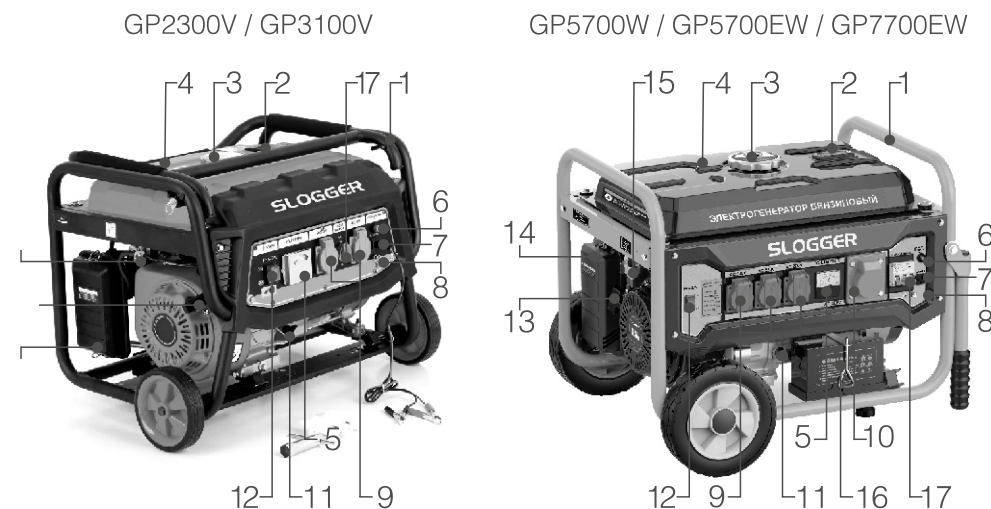

Рис. 1
- Запуск бензинового двигателя осуществляется ручным стартером, при помощи рукоятки (17) (См. Рис. 1).
- Заправка бака топливного (4) осуществляется через заправочную горловину, закрытую крышкой (3).
- Топливо из топливного бака (4) через топливный кран (19) и топливную систему, поступает в карбюратор.
- С помощью воздушного фильтра (18) производится очистка воздуха, поступающего в карбюратор двигателя. Для проведения технического обслуживания воздушного фильтра, он снабжен съемной крышкой. Через крышку открывается доступ к фильтрующему элементу.
- Вольтметр (5) предназначен для измерения величины выходного напряжения работающего генератора.
- Окрутите крышку топливного бака (3)(См. Рис.1).Проверьте уровень топлива.
- Отверните масляную пробку (4)(См. Рис.1), достаньте щуп.
- Соедините клемму заземления (10)(См. Рис.1) на панели управления с заземлителем. Для соединения используется провод, сечением не менее 1,5 мм².
- Противоположный конец провода соединяется с клеммой заземления генератора (10)(См. Рис.1).